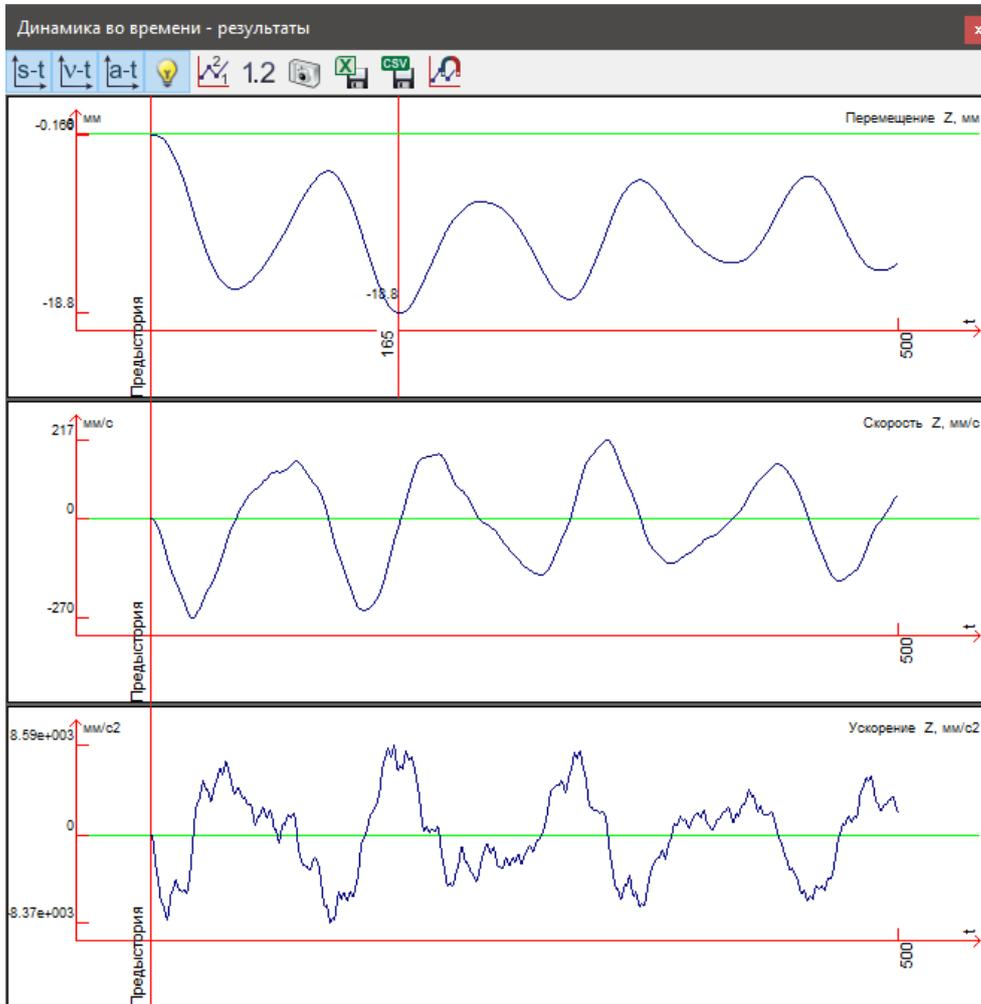

Рис.16.42 Диалоговое окно Динамика во времени - результаты
- Наведите курсор на график **Перемещение по Z, мм** и щёлкните в точке, соответствующей наименьшему значению (Рис. 16.42).